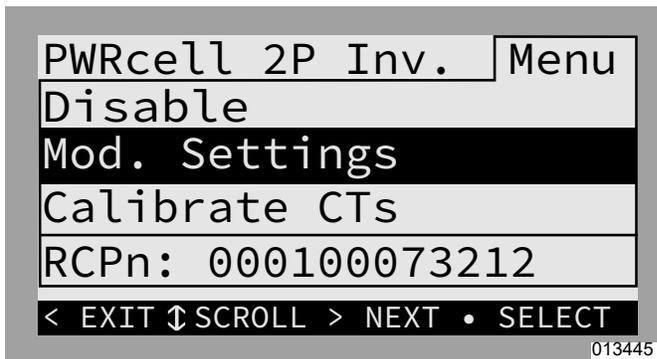

Figure 7-3. Menu principal du dispositif
3. Voir Figure 7-3. Utiliser la touche fléchée bas pour naviguer jusqu'à Mod. Settings (Modifier paramètres).